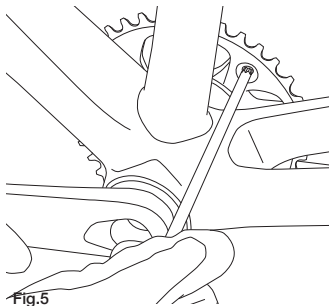

Fig.5
- Agendo dal lato interno della Vostra bicicletta, svitate le quattro viti dell'ingranaggio con una chiave Torx 30 (Fig. 5).